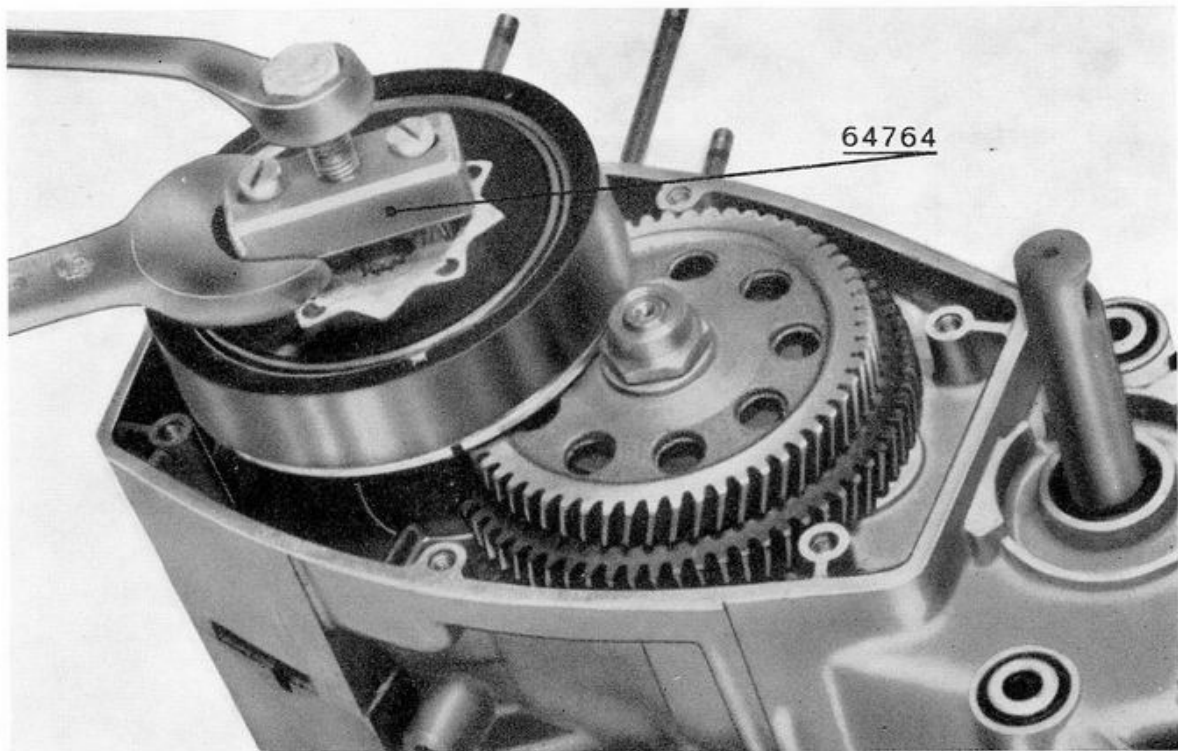

Fig. 6 - Come estrarre il corpo frizione, usando l'attrezzo 64764.
10. Fig. 6 Avvitare l'estrattore 64764 sul corpo frizione agendo sulla vite centrale sfilarlo dall'albero motore, quindi smontare gli ingranaggi conduttori con relativi tamburi.